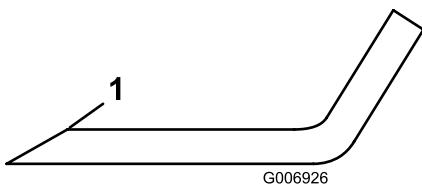

Bild 65
5. Untersuchen Sie die Schnittkanten aller Messer. Schärfen Sie alle stumpfen und ausgekerbten Schnittkanten. Schärfen Sie nur die Oberseite der Schnittkante und behalten dabei den ursprünglichen Schnittwinkel bei, um die Schärfe des Messers zu gewährleisten (Bild 65).
6. Wenn das Messer stumpf ist oder Kerben hat, schärfen Sie nur die Oberseite der Schnittkante und behalten Sie den Originalschnittwinkel bei (Bild 65).